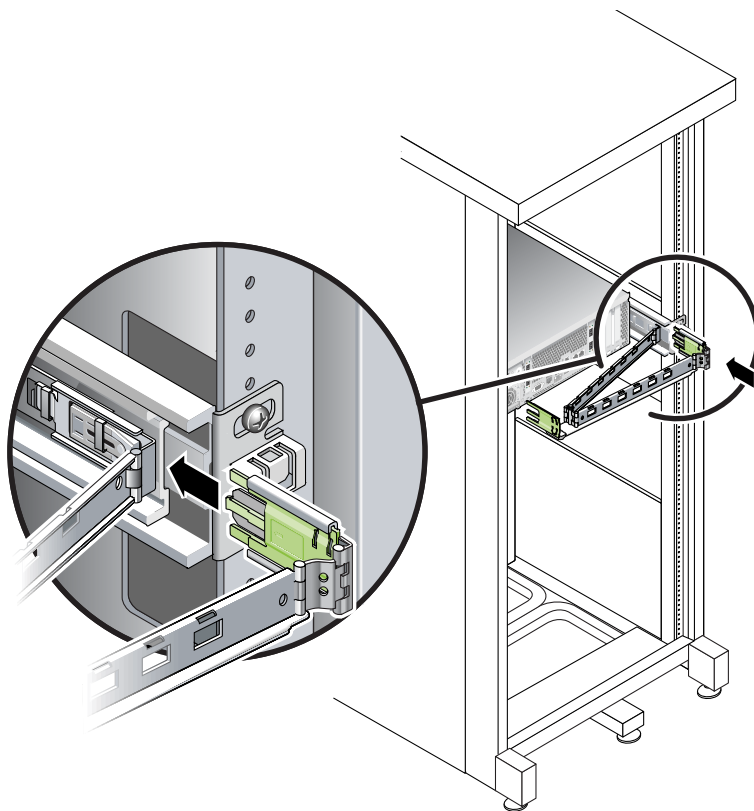

図 2-23 外側の CMA コネクタの取り付け
3. 大きい方の拡張部品を右のスライドレールの端に差し込みます (図 2-23)。